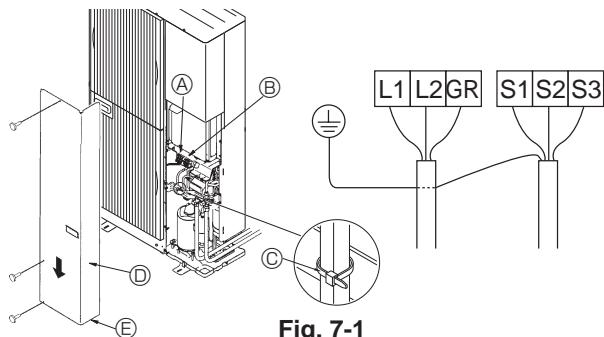
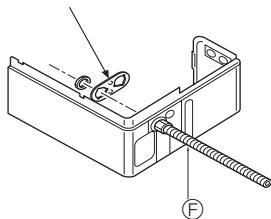

Fig. 7-1
Fig. 7-2
7.1. Appareil extérieur (Fig. 7-1) (Fig. 7-2)
- ① Retirer le panneau de service.
- ② Relier les câbles conformément à la Fig. 7-1.
- ③ Des plaques de montage pour les conduits ($\varnothing 22$ mm [7/8"]") sont fournies. Faites passer le câble d'alimentation et les câbles de transmission par l'orifice à dégager approprié, puis enlevez la pièce superflue de l'orifice situé en bas du bloc de sorties et connectez les fils. (Fig. 7-2)
- ④ Attachez le câble d'alimentation au bloc de sorties en utilisant le manchon pour la force de tension (Connexion PG ou similaire).